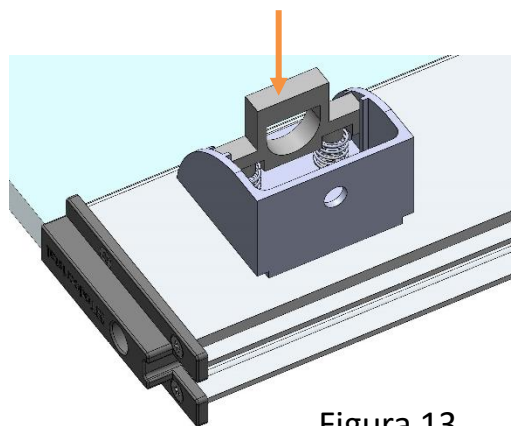

Figura 13
- Posicionar el Bloqueo del punzón en los muelles y asegurarse que desliza correctamente en los rails del Soporte (Figura 13).